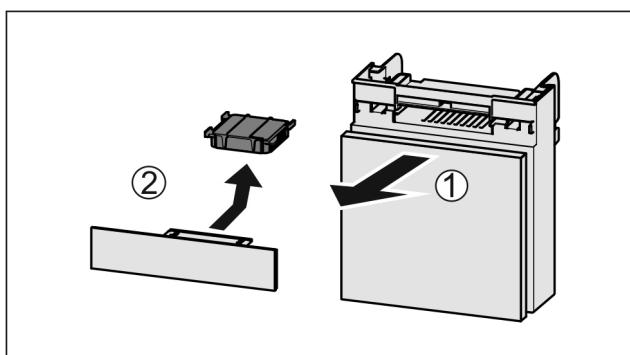

Fig. 94
- Zásuvku vytáhněte dopředu Fig. 94 (1).
- Filtr s aktivním uhlím vyjměte Fig. 94 (2).